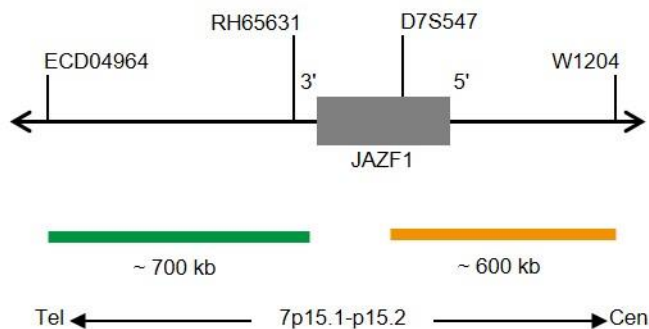

Fig. 1 : Carte de la sonde SPEC JAZF1 (pas à l'échelle)
- Polynucléotides marqués au ZyGreen (excitation 503 nm/émission 528 nm) (~10 ng/μl), qui ciblent une séquence de 7p15.2\* (chr7:27,146,601-27,846,497) distale de la région des points de rupture de JAZF1 (voir figure 1).
- Polynucléotides marqués au ZyOrange (excitation 547 nm/émission 572 nm) (~4,5 ng/μl), qui ciblent une séquence de 7p15.1\* (chr7:28,059,911-28,661,819) proximale de la région des points de rupture de JAZF1 (voir figure 1).